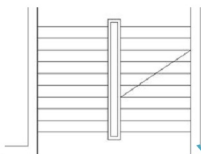

图 2.119 绘制斜线
(1) 打开【对象捕捉】功能（快捷键 F3），在右侧楼梯段上绘制出一条斜线，如图 2.119 所示。